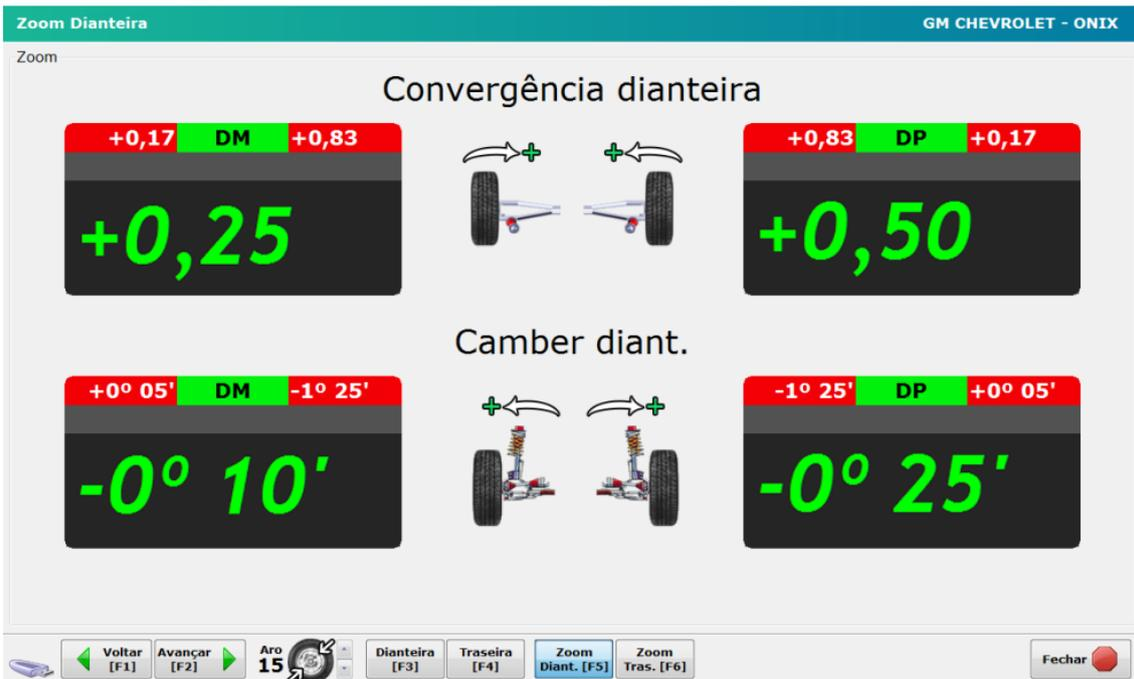

Figura 9
- ✓ [F5] Tela de ajuste, Zoom Camber + Alinhamento Dianteiro (Figura 9).
Coloque as escalas de correção do volante bem encostado nas rodas traseira do veículo. Com o equipamento devidamente instalado, vá até o **SOFTECK FC** e clique em Zoom Dianteira [F5] (Figura 9).
Com o equipamento devidamente instalado vá até o **SOFTECK FC** e escolha a tela de Zoom Dianteira [F5] (Figura 9).